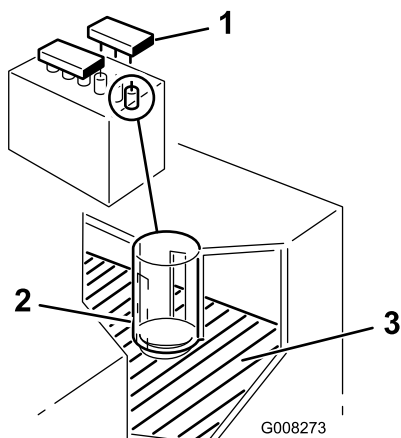

Bild 33
- Entfernen Sie die Fülldeckel. Wenn der Füllstand die Fülllinien nicht erreicht (Bild 33), füllen Sie genug destilliertes Wasser nach; siehe „Nachfüllen der Batterie“.
- Entfernen Sie die Fülldeckel (Bild 33).
- Gießen Sie langsam destilliertes Wasser in jede Batteriezelle, bis der Füllstand den unteren Teil des Rohrs erreicht (Bild 33).